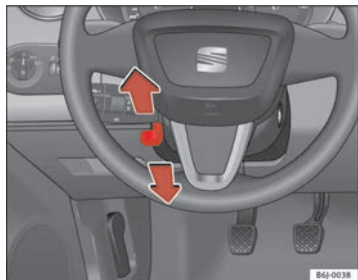

Abb. 93 Lenkradhöhen-einstellung
- Schwenken Sie den Hebel ⇒ Abb. 93 unter der Lenksäule nach unten ⇒ ⚠.
- Das Lenkrad so lange verstellen, bis die gewünschte Position erreicht ist ⇒ Abb. 93.
- Den Fahrersitz oder das Lenkrad immer so einstellen, dass der Abstand zwischen Lenkrad und Brustbein mindestens 25 cm beträgt ⇒ Abb. 93. Wenn Sie den Mindestabstand nicht einhalten, kann Sie das Airbag-System nicht schützen – Lebensgefahr!